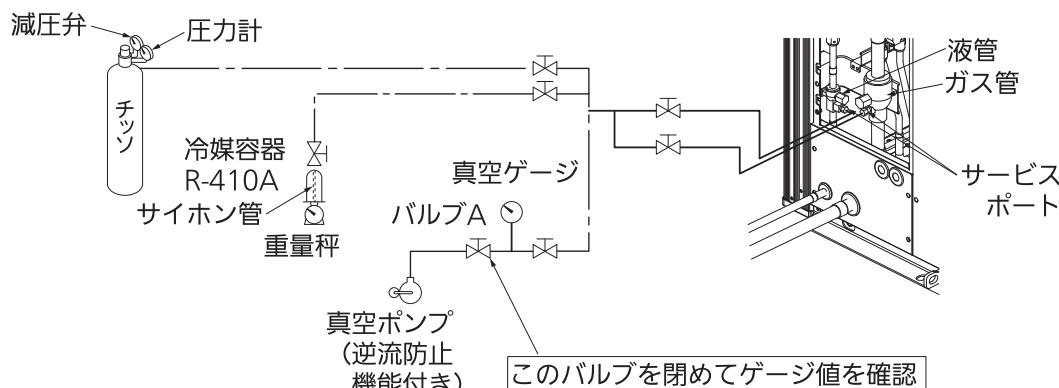

図 17
- ガス管、液管のサービスポートに窒素ガス、真空ポンプ等を図 17(14 ページ)の通りに接続してください。このとき、ガス管、液管の閉鎖弁は“閉”的ままで。
- ① 室外ユニットのガス管、液管の閉鎖弁が全閉であることを確認してください。
- ② ガス管、液管のサービスポートに真空ポンプ、真空ゲージを図 17 のとおりに接続してください。
- ③ 室内ユニットおよび配管内の真空引きおよび真空乾燥を行ってください。
- ④ 真空ゲージがゲージ圧 -0.1 MPa（絶対圧 0.6 kPa (5Torr)）以下まで真空引きを行ってください。
- ⑤ -0.1 MPa 以下になってから 1 時間以上真空ポンプを連続運転し、真空引き（真空乾燥）を行ってください。
- ⑥ バルブ A を全閉し、真空ポンプに接続されているホースをゆるめ、真空ポンプを停止してください。
- ⑦ 1 時間放置後、⑥終了直後よりも真空ゲージの圧力が上昇していないことを確認し、真空乾燥を終了してください。